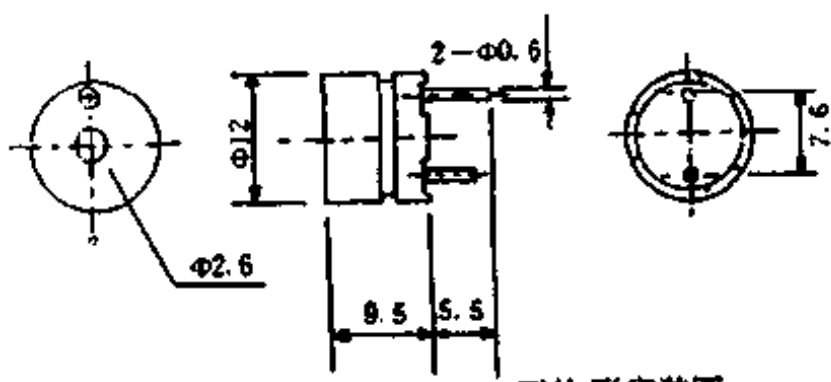

图 2-19 YMD-12095 I (I)型外形安装图
1. YMD-12095-(I)型,该音响器是国家专利产品,在1991年获国际专利新技术新产品“优秀项目奖”;91年江苏省讯响器集中测试各项指标合格,并获“优秀奖”;获一、二届中国专利新技术、新产品博览会“优秀奖”;首届中国金榜展技术博览会“金奖”。该产品主要特点:(1)自带音源;(2)体积小( $\Phi 12 \times 9.5\text{h}$ );(3)重量轻( $< 2\text{g}$ );(4)功耗低(额定电流 $\leq 25\text{mA}$ );(5)声压高( $\geq 87\text{dB at } 10\text{cm}$ );(6)工作频率  $2300 \pm 300\text{Hz}$ ;(7)环氧胶灌封。使用方便,适用范围广,额定电压分1.5V、3V、5V、9V、12V 5个档次,工作电压范围1.25~16V。在温度 $-30 \sim 75^\circ\text{C}$ 能正常工作。适用于洗衣机定时,空调器遥控,电冰箱控制,摩托车转向,高档万用表等各种仪器仪表等。器件外形如附图2-19所示。